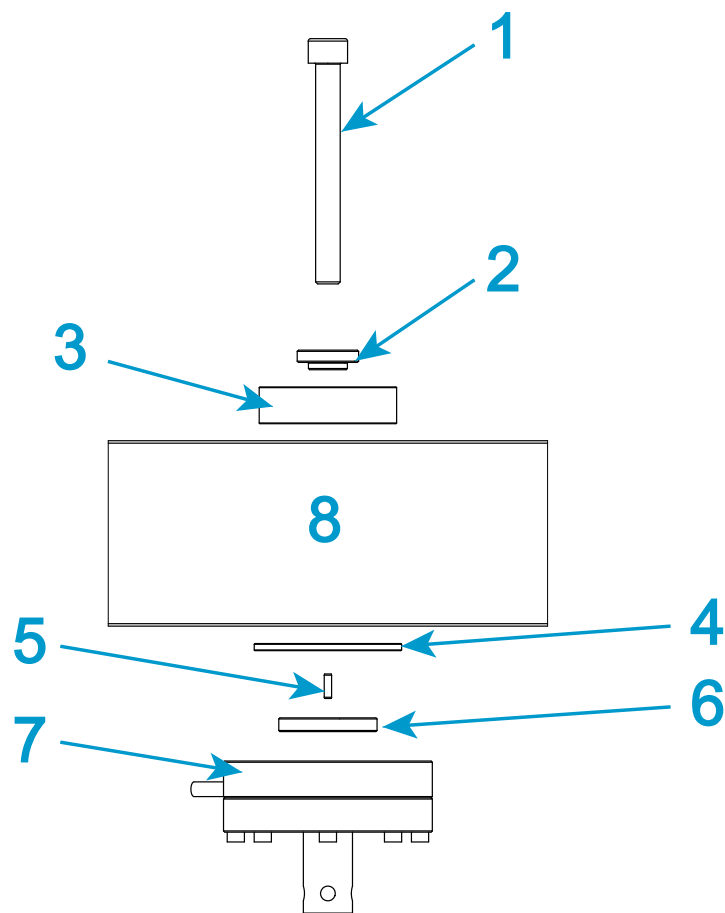

Figura 23. Installazione di una cella di carico 2530 (capacità da 5 N a 100 N)
Legenda per Figura 23
1. Fare riferimento alla sezione Figura 23 e alla tabella associata e mettere assieme l'hardware di montaggio corretto.
2. Montare l'hardware mostrato sopra la traversa in Figura 23 e posizionarlo nella parte superiore del foro centrale della traversa.